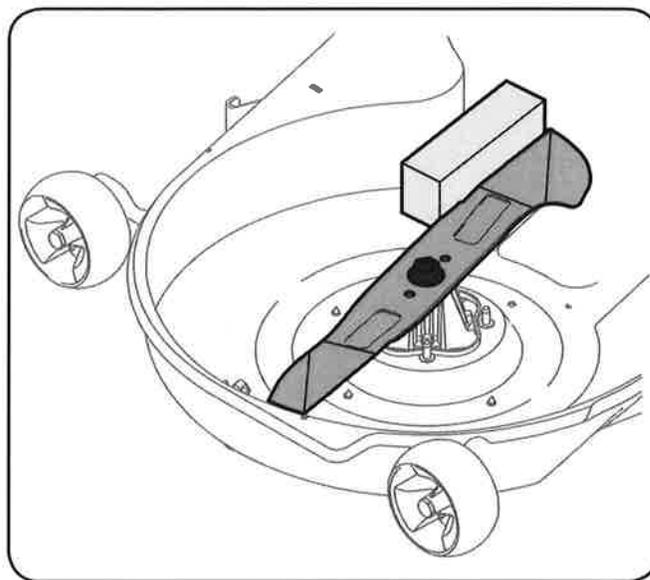

Figura 2
3. Estabilizar una de las cuchillas de corte con una herramienta de bloqueo de la hoja o de un bloque de madera. Ver Figura 2.